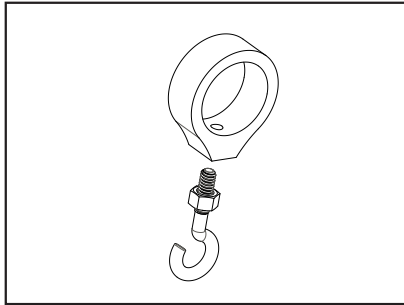

Figure 1
1. Retirez le collier du crochet à boule, le crochet à boule et l'écrou 1/4-20 du sac de quincaillerie fourni. Enfilez l'écrou sur le crochet à boule, ensuite enfiler le crochet à boule dans le col du crochet à boule. Ne le serrez pas. (Figure 1)